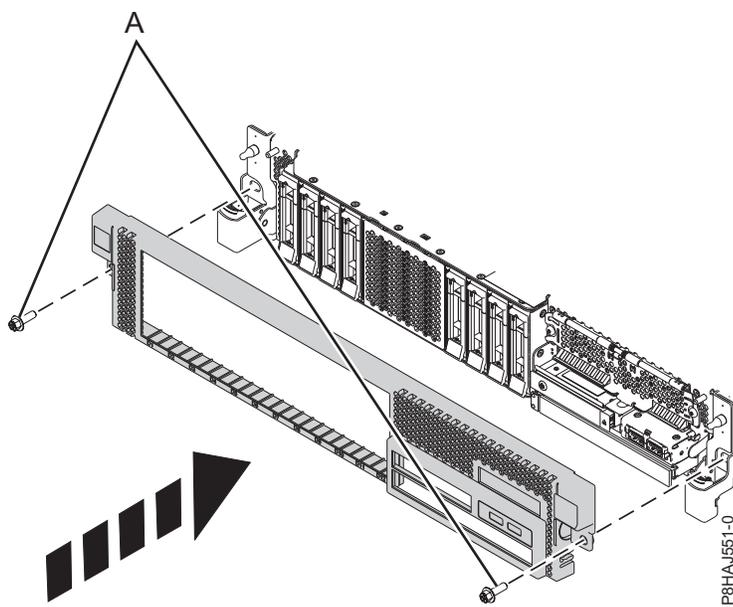

Figura 32. Instalación de la cubierta frontal
3. Cierre los pestillos de liberación empujando en la dirección que se muestra en Figura 32 en la página 52. La cubierta se insertará en su posición y dispone de una hendidura que le permite sujetarla más fácilmente.
4. Sustituya los tornillos de envío (A).